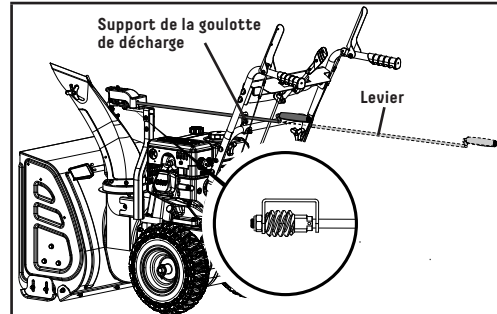

Figure 10A
2. Insérez le levier dans le support de la goulotte de décharge qui se trouve sur la poignée inférieure, puis dans le trou de l'engrenage (figure 10A).